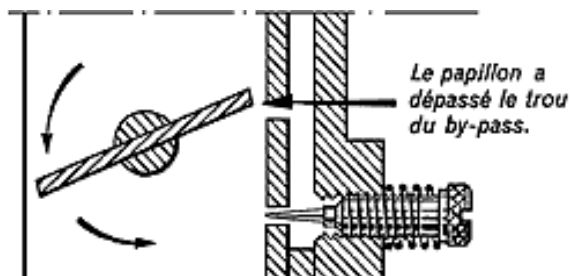

Fig. 7
- ou bien lorsque le papillon a dépassé le trou de by-pass et que le gicleur principal n'est pas encore amorcé (fig. 7),